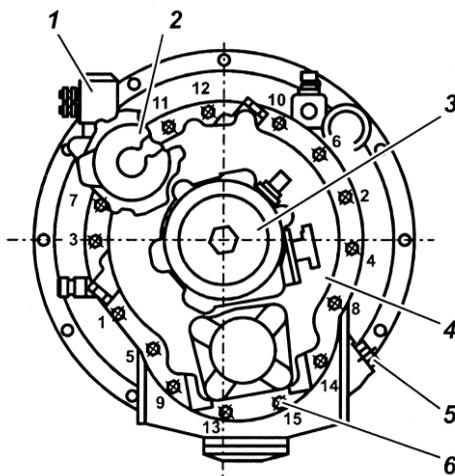

Рисунок 20 – Последовательность затяжки болтов крепления картера демультпликатора и размещение узлов:
- включить высший диапазон в демультипликаторе при вывернутом регулировочном болте 6 (рисунок 20), подав воздух под давлением от 784 до 833 кПа (8...8,5 кгс/см²) в пневмоцилиндр;
- завернуть регулировочный болт до упора в шток поршня, повернуть на 5/6 оборота. Повторить эту операцию несколько раз, и если при доворачивании болта положение его граней остается неизменным, застопорить болт контргайкой, затянув ее крутящим моментом от 137 (14) до 157 (16) Н·м (кгс·м).